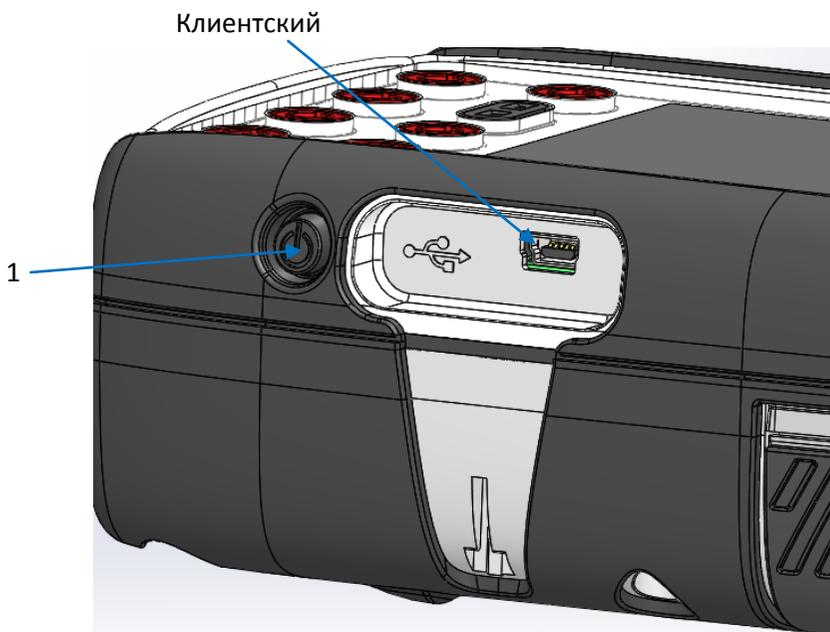

Рис. 1-4. PI620G-IS, вид сбоку
См. рис. 1-4: коротко нажмите кнопку питания [1] на выключенном устройстве. На дисплее появится логотип GE.
4. Подключите DPI620G-IS к ПК через клиентский USB-порт (см. рис. 1-4).